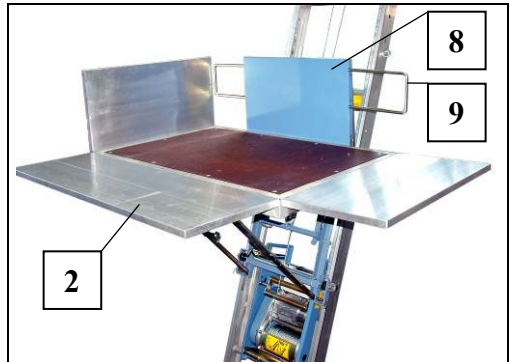

Fig. 54 Déplacer les ridelles.
- La ridelle avant (8) peut elle aussi est repliée (par exemple pour faciliter le déchargement sur l'extrémité supérieure de l'échelle).
- Pousser l'étrier de protection (9) vers l'avant (voir Fig. 54).
- Relever la ridelle (8), plier et pousser dans le cadre de la plateforme.